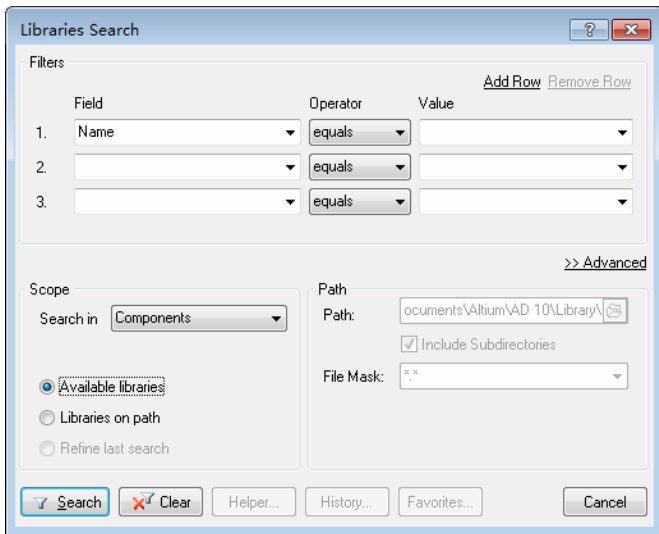
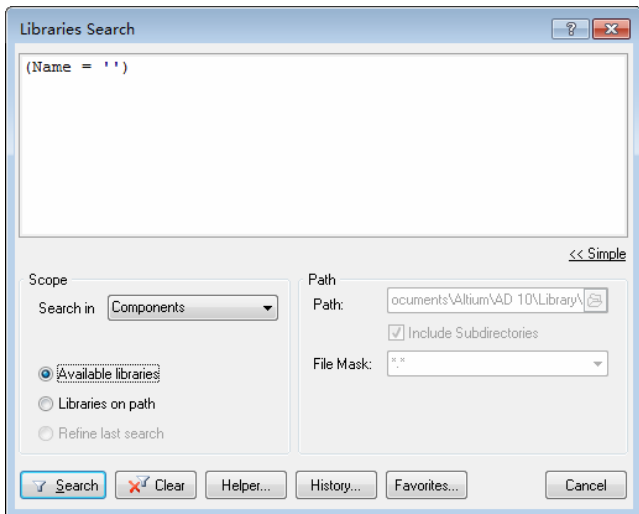

图 4-11 简单库搜索对话框
图 4-12 高级库搜索对话框
(1) 打开 Libraries 面板, 单击 Search 按钮, 弹出如图 4-11 所示的简单库搜索对话框或者如图 4-12 所示的高级库搜索对话框, 这两种对话框可以通过单击 Advanced 或者 Simple 标签互相切换。